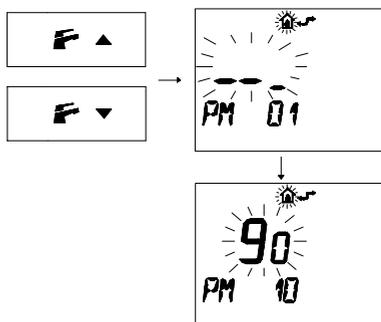

Figura 5.35
- Premere i pulsanti  ▼ o  ▲ per visualizzare la programmazione "PM10" selezione della frequenza di accensione (Figura 5.35).
- Nella Figura 5.35 si visualizza un SET programmato di **90** corrispondente ad un tempo di riaccensione di 3 minuti circa. Il campo di regolazioni è da 0 a 8 minuti e mezzo.